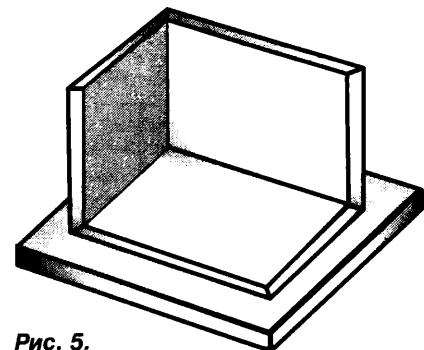

Рис. 5.
3. На доску кладем пласти 450x300 мм. Это — дно кашпо. Верхний холст можно снять. По краю делаем насечку ножом и смазываем шлиkerом. То же самое делаем с двумя другими пластиами (450x300 мм, 300x300 мм). Это — стенки кашпо. Аккуратно ставим их вертикально. Соединяем под прямым углом, пристукивая лопаткой. Кашпо на половину готово (рис. 5).